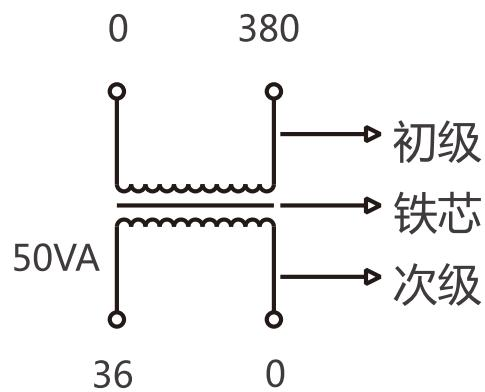
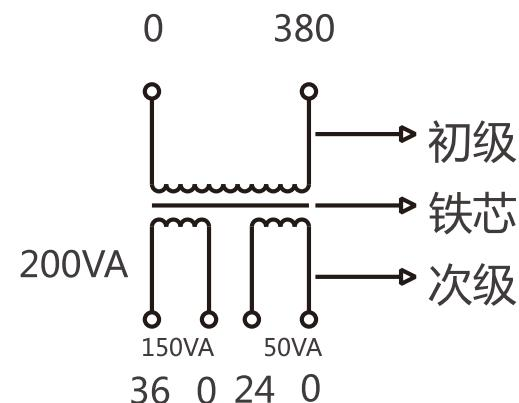
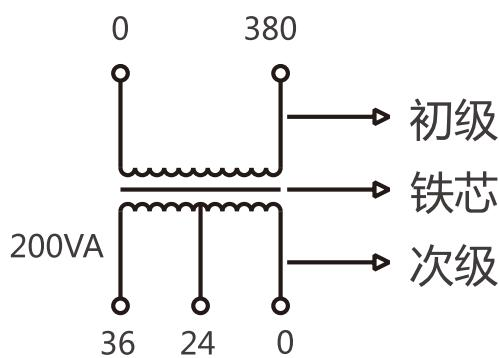
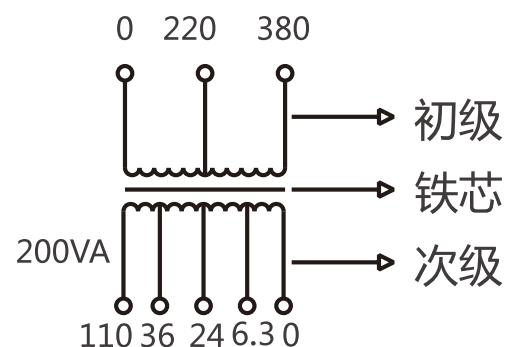

图1 单独绕组
图2 分开绕组
图3 混合绕组
图4 连续式中间带抽头绕组
3.2.2 本系列变压器的线圈，当初次级只有一个绕组时，可担负全部额定的容量；若有两个绕组时，则按各绕组应能承担的容量分配；但各绕组的容量之和不得超过总容量，见图1、图2、图3、图4。
3.2.3.1 例如图1，BK、BKC-50型，容量50VA，输入电压380V，输出电压36V。因为初、次级只有一个绕组，所以它可以担负全部容量50VA。
3.2.3.2 例如图2，BK、BKC-200型，容量200VA，输入电压380V，输出电压36V、容量150VA，输出电压24V、容量50VA。因为图中初级只有一个绕组，所以它所承担的容量是额定容量200VA；次级有两个分开的单独绕组，而且各绕组容量已标明，所以它们各自承担容量，但总量之和200VA。
3.2.3.3 例如图3，BK、BKC-200型，容量200VA，输入电压380V，输出电压36V、24V。因为图中初级只有一个绕组，所以它所承担的容量是额定容量200VA，次级中有中间抽头，所以次级的最高电压36伏单独使用时，才能带200VA的负载。24V则不能带200VA的负载，只能带133VA的负载。因为次级总电流 $I = P_e / U = 200VA / 36V = 5.55A$  所以单独使用24V时的容量 $= 24V \times 5.55A = 133VA$ ，如果36V、24V同时使用时，其电流之和也不能大于5.55A，总之，无论输出电压是单独使用或两组同时使用，其负载电流之和不能超过变压器的额定电流。
3.2.3.4 例如图4，BK、BKC-200型，容量200VA，输入电压380V、220V，输出电压110V、36V、24V、6.3V。从图4中我们可以看出：初、次级绕组中都有中间抽头。次级的最大使用
6.1 购买前，先估算好您所使用的电器总容量，参考图1~图4的结构，选用留有一定容量的变压器，确保瞬时起动时不烧坏变压器。
8.1 变压器的型号、规格、容量、初、次级电压及次级电压的容量分配或参考图1-图4的举例来选择适合您自己的产品。